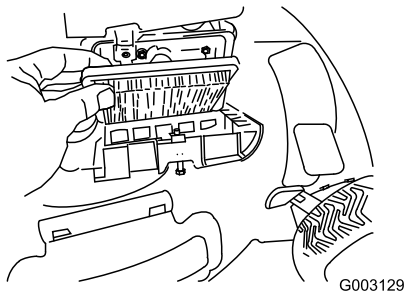

Figura 39
4. Coloque la tapa (Figura 39).